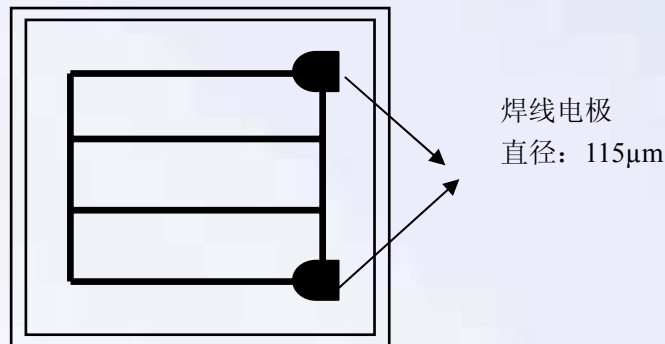

图 6
1. 本系列芯片除 2828 外为双 N 电极产品，客户可以选择焊 1 个电极或 2 个电极作为 N 极引线。但为使器件具有更好可靠性，建议焊 2 个电极作为 N 极引线。电极图形如图 6。